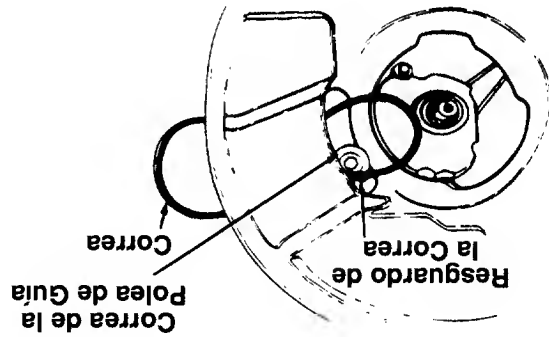

FIGURA 18.
- Quite la correa de entre la polea de guía y el resguardo de la correa en el soporte de la polea de guía. Vea figura 18.
- Empuje la polea de guía hacia arriba tal como se demuestra en la figura 18.